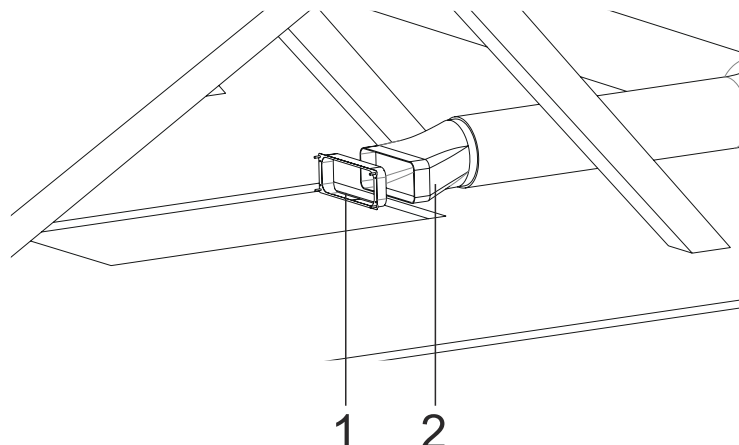

Fig. 19
- 4. ➔ Montér det rektangulære studs på rund/flad adapteren (Fig. 19)